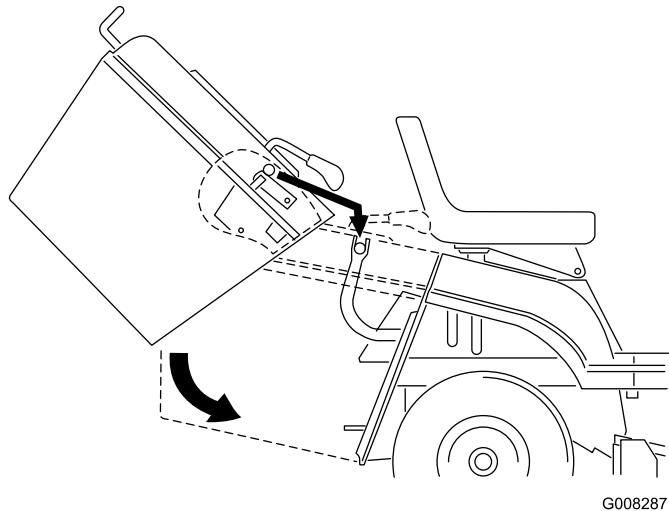

Figura 36
1. Inclineate in avanti, con entrambe le mani, il cesto di raccolta (Figura 36).
2. Inclineate in avanti il cesto di raccolta a 40° circa, ed appoggiatevelo sulle due staffe di supporto sul retro del trattore (Figura 36).